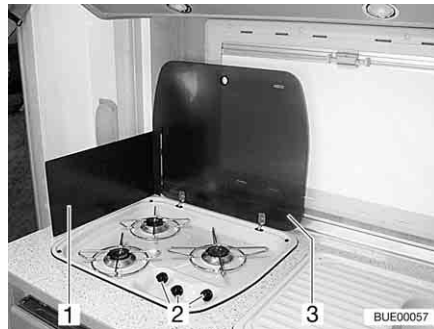

Fig. 210 Réchaud à gaz
- Ouvrir le couvercle du réchaud à gaz (Fig. 210,3).
- Selon le modèle, relever la protection pare-flammes (Fig. 210,1) ou la mettre en place.
- Tourner le bouton tournant (Fig. 210,2) du brûleur désiré en position d'allumage (grande flamme).